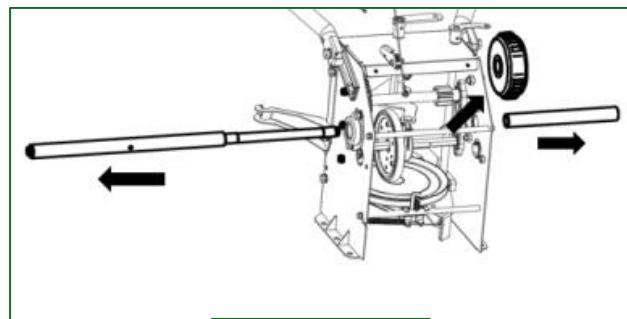

Abbildung 25
3. Ziehen Sie die lange und die kurze Antriebswelle heraus und entfernen Sie das Differential. Siehe Abbildung 25.